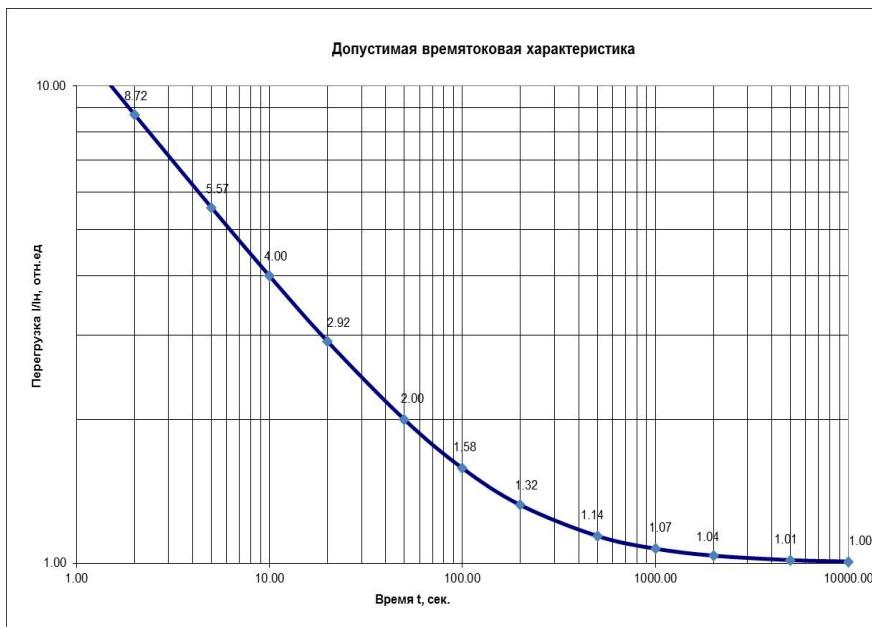

Рисунок 1 – Допустимая времятоковая характеристика асинхронного двигателя
1. Использование устройств контроля тока. Уставки защитной аппаратуры должны соответствовать допустимой времятоковой характеристике двигателя, изображенной на рис.1.